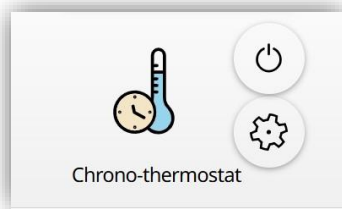

Figure 83. Case de Chronothermostat
- **Activation** [0 = Désactiver ; 1 = Activer / 0 = Activer ; 1 = Désactiver] : il définit la polarité de l'objet de contrôle "[Ci] Chronothermostat - Activer", qui permettra d'activer ou désactiver le Chronothermostat de la même façon que l'utilisateur peut le faire au moyen du **bouton d'activation** de la case (voir Figure 83).